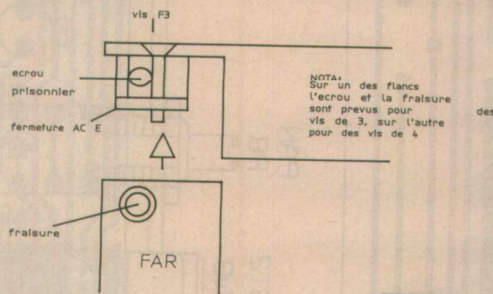

Figure 6
Comme vous pouvez le constater, la mécanique est des plus simples, même si elle a demandé de longues journées d'étude. Pour en terminer avec elle, un seul regard sur la figure 6 du précédent numéro permettra de comprendre l'égale simplicité du "chassis". Deux barres de ACE et 2 ACGC suffisent : les deux premières pour fixer les tranches, les deux secondes pour guider la carte mère. Le reste ne sera qu'ébénisterie (4 plaques suffisent, gainées de skai ou toute autre méthode). Pour extraire une tranche, il suffira de se faire une "poignée" en engageant une XLR ou un jack en face arrière et de tirer par devant à l'aide d'un petit crochet pris dans le trou de la vis de fixation ou dans la fente des faders.
- 5 - Brd1 · Brd2 (nappe 10 pts), cx, fig. 6 n° 534 et fig. 2 n° 535.
- 7 - FLH · Brd1 (2 nappes 3 pts, FL, FH), cx, fig. 6 n° 534 et fig. 2 n° 535.